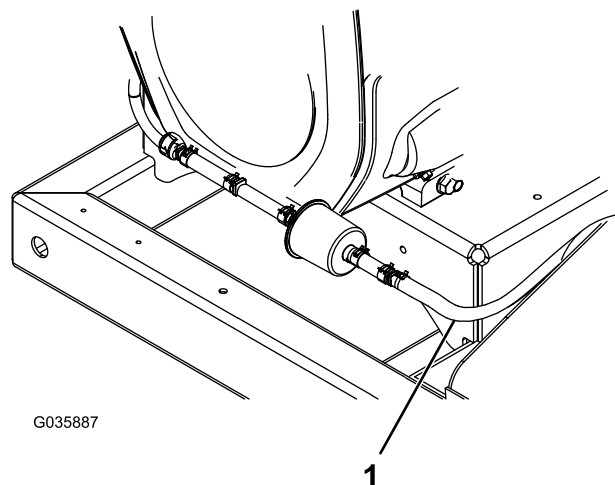

Figura 9
11. Fissate il flessibile del tubo di sfiato al canister a carboni attivi utilizzando la fascetta stringitubo precedentemente rimossa (Figura 9).